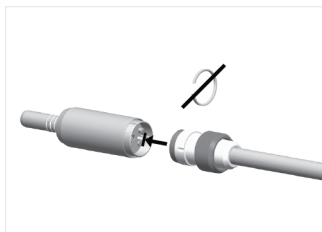

FIG. 2
2. Tilslut motoren (uden splitringen) til den proprietære slange som vist i FIG. 2.